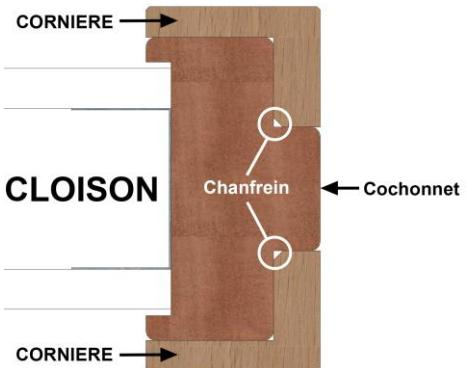

Figure 4
- b) Avec feuillure et contre feuillure : figure 4
5.3.1.4. CAS AVEC FEUILLURE ET CONTRE FEUILLURE SUR MONTANTS SEULEMENT (SECTION < 118x56)* - figure 4 -